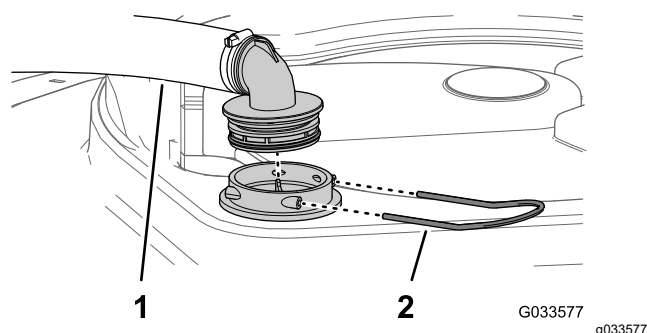

図 28
2. タンク上部で、フィルタハウジングからの太いホースについているフィッティングを固定しているリテーナを外す **図 28**。
3. フィルタハウジングからホースとフィッティングを取り外す **図 28**。